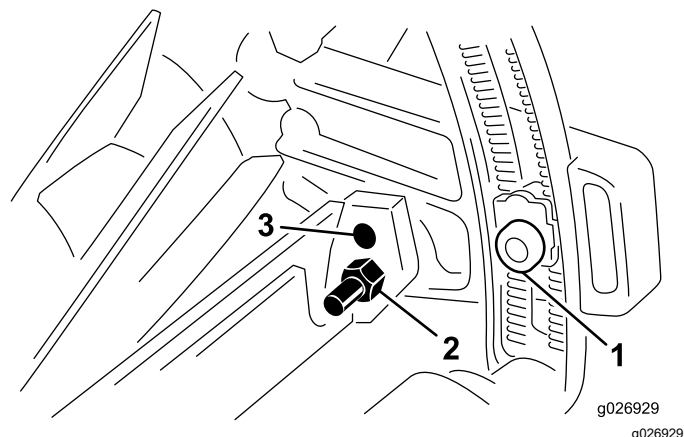

図 7
1. ローラブラケット内部で調整ナットを固定しているキャップスクリューをゆるめる 図 7。